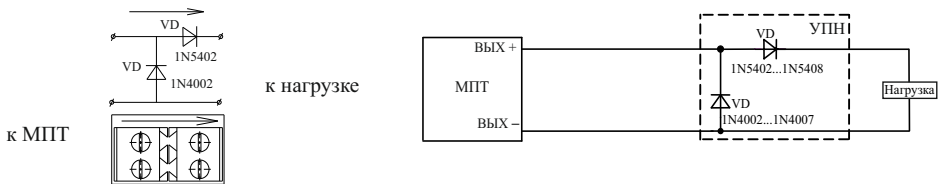

Рисунок 3
4.16 Для обеспечения контроля целостности выходных цепей в разрыв выходной цепи непосредственно к нагрузке должно быть подключено устройство подключения нагрузки (далее – УПН) (рисунок 3).